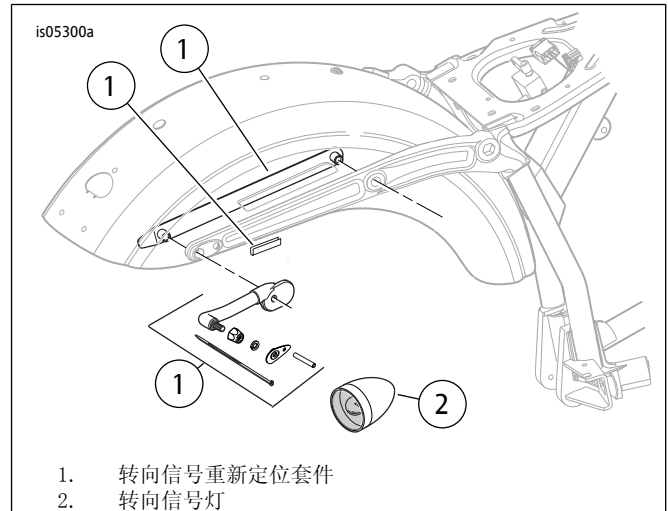

图1. 转向信号重新定位套件，FXDB
- 2009年款及之后的FXDB车型：参见图1。使用转向信号重新定位套件68227-09中包括的挡板支架。
2. 参见图1。从边箱底部边缘量出大约38毫米（1-1/2英寸）。水平放置反光片并在边箱带之间仔细对中反光片底架，或者在没有边箱带的边箱后部定位反光片。轻轻将反光片底架按压至边箱以便印出油漆标记，在边箱上油漆标记处穿过边箱冲出或钻出小孔。